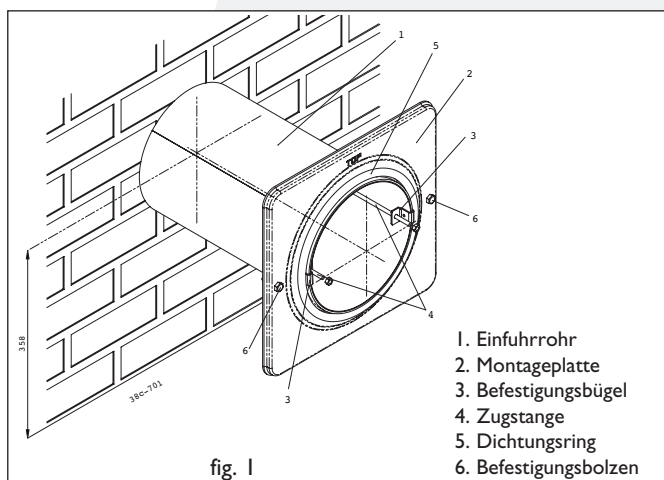

fig. 1
Bestimmen Sie den Platz des Konvektors, der an einen Außengiebel und auf dem Boden installiert werden muß. Legen Sie die Aluminium-Bodenplatte auf den Boden und stellen Sie den Konvektor, ohne Mantel, darauf. Schieben Sie das Gerät an die Mauer auf den gewünschten Platz. Die Montageplatte ist an die Rückseite des Konvektors montiert ((2) fig 1), die nun an der Mauer anliegt. Zeichnen Sie die Oberkante und eine Seite der Montageplatte an der Mauer ab. Nach Demontage der Montageplatte kann diese als Muster gebraucht werden, um das Loch im Giebel anzuzeichnen. Hacken und Bohren Sie ein Loch von 230 mm horizontal durch den Giebel.
Tage der Giebeldurchfuhr (fig. 1)
Installation der Giebeldurchfuhrung mit Teleskopeinlassrohr (fig. 1)